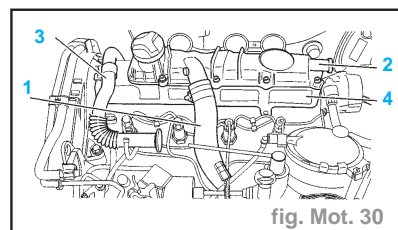

fig. Mot. 30
- Débrancher et écarter la durite (1).
- Déposer (fig. Mot. 30) :
- le couvre-culasse supérieur (2)
- le tuyau (3) de vanne EGR
- le couvre-culasse inférieur (4)